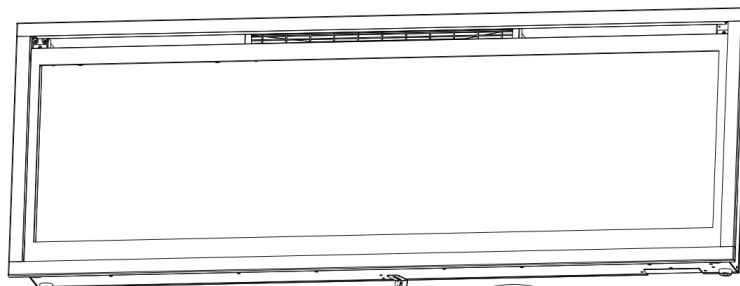

Fig 3-2
A. Befestigen Sie mit der in Schritt 1 entfernten Schraube die metallische L-Klammer (H) an der Unterseite des Kaminkastens (Fig 3-2)